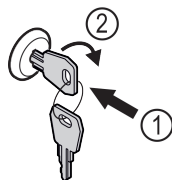

Fig. 144 Ενδεικτική απεικόνιση
- ▶ Πιέστε μέσα το κλειδί Fig. 144 (1).
- ▶ Περιστρέψτε το κλειδί 90° δεξιόστροφα Fig. 144 (2).